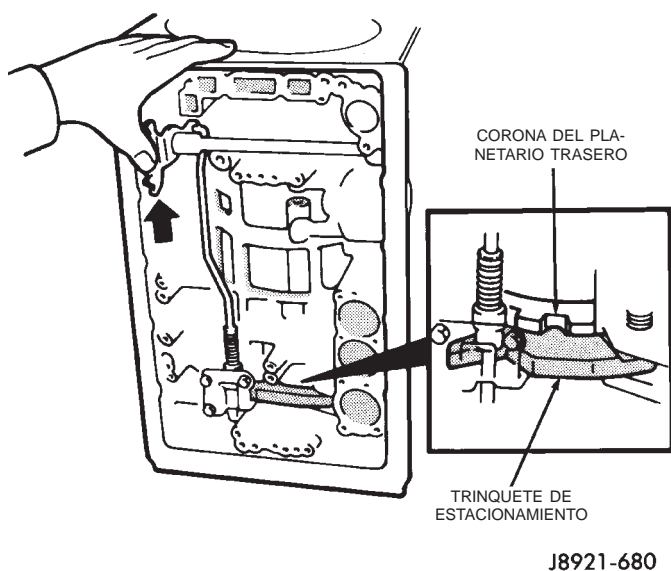

Fig. 136 Verificación del acoplamiento del trinquete de estacionamiento
(26) Verifique el funcionamiento del seguro de estacionamiento. Lleve el sector de cambios a la posición PARK. El trinquete de estacionamiento debería estar acoplado (trabado) firmemente en la corona del planetario (Fig. 136).